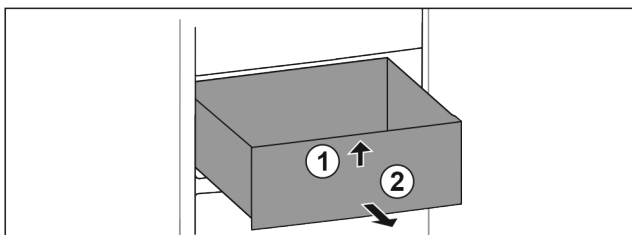

Fig. 131
- ▶ Приподнимите выдвижной ящик спереди. Fig. 131 (1)
- ▶ Извлеките выдвижной ящик движением вперед. Fig. 131 (2)